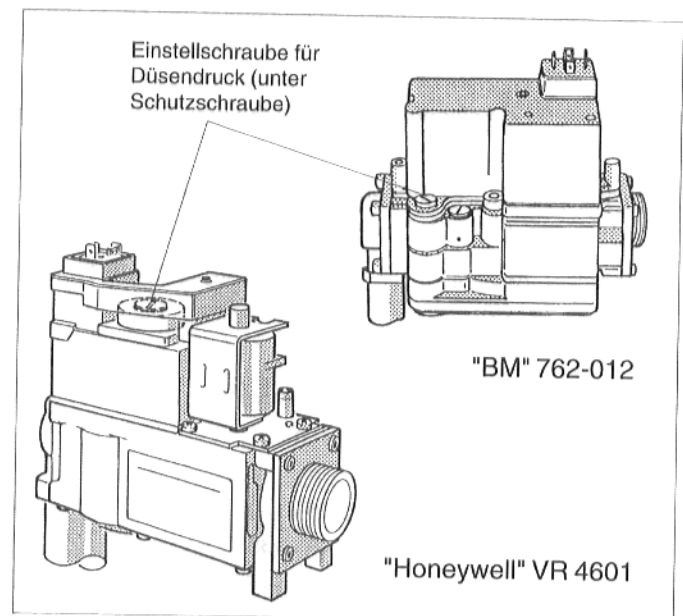

Abb. 8: "BM" 762-012 und "Honeywell" VR 4601
- Bei "BM" 762-012 und "Honeywell" VR 4601: Schutzschraube über der Einstellschraube für Düsendruck entfernen (Abb. 8).
- Düsendruck korrigieren durch Drehen der Einstellschraube in Plus- oder Minus-Richtung (Abb. 8 bzw. 9). Bei "SIT" 830 Tandem dabei Maulschlüssel verwenden.